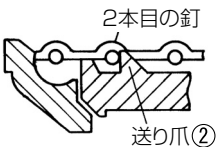

図 15
注・20 mm 釘をご使用の場合に、前よりに釘を入れると、釘が正常に打込めない場合があります。必ず2本目の釘が送り爪②に接するように入れてください。(図 15)